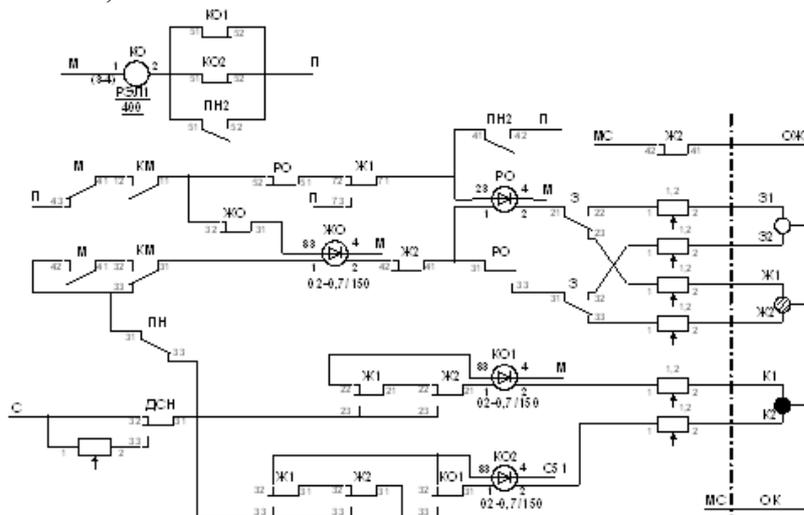

Рисунок 2 – Типовая схема управления светофором автоблокировки
2. Дана типовая схема управления светофором автоблокировки (Рис. 2). Определить тип оптической системы;